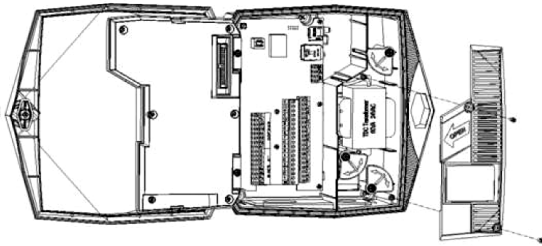

Figura 3: Abertura do estojo interno
3. Desparafuse os dois parafusos do estojo interno do lado direito e abra o estojo (Figura 3).
3. Para o estojo interno do lado direito, desparafuse os dois parafusos e abra o estojo (Figura 3).